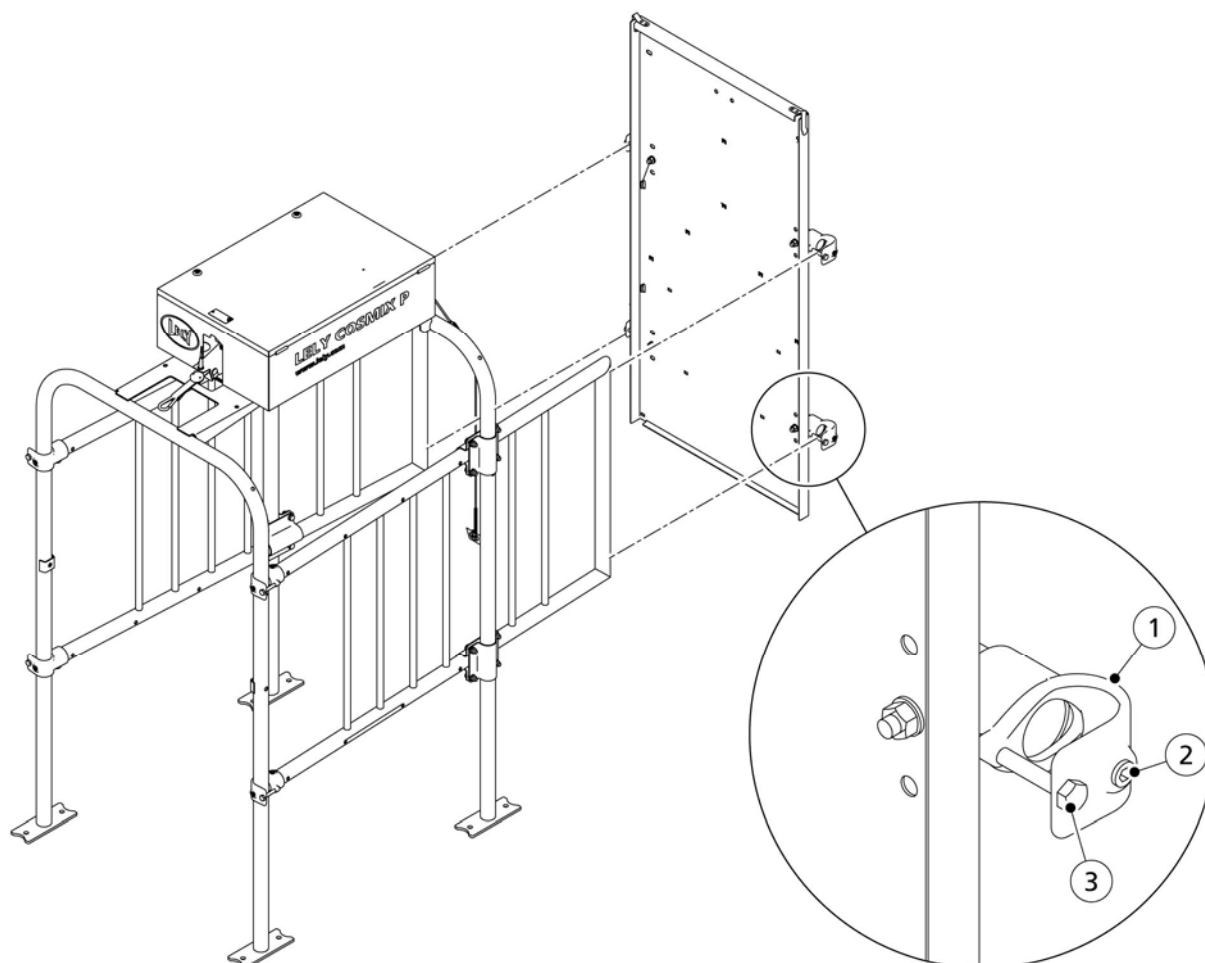

Figure 22. Esipaneeli paigaldamine piirete külge
1. Paigaldage söödasõim (4, fig. 22, page 5-13) esipaneeli külge, kasutades nelja polti, mutrit ja seibi (3), (1) ja (2).